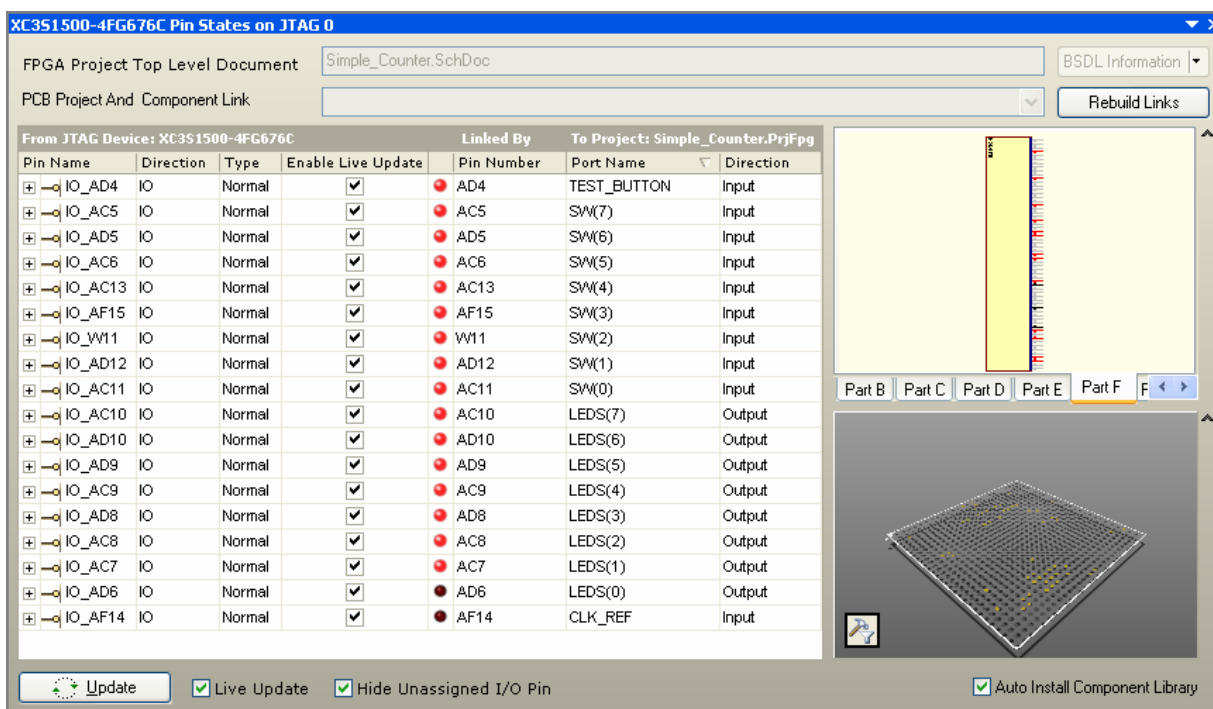

図 31 デバイスピンのライブモニタリング
2. **JTAG Viewer Panel** ボタンをクリックして、**JTAG Device Viewer** パネルにアクセスします。**Live Update** と **Hide Unassigned I/O Pin** の両オプションが有効になっていることを確認してください（図 31）。